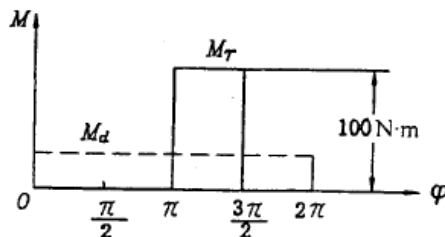

图 4
(2) 一机器作稳定运转，其中一个运动循环中的等效驱动力矩 M_d 和等效阻力矩 M_r 的变化如图 4 所示。机器的等效转动惯量 $J=1\text{kg}\cdot\text{m}^2$ ，在运动循环开始时等效构件的角速度 $\omega_0=20\text{rad/s}$ ，试求：(10 分)
- ① 等效构件的最大、最小角速度 ω_{\max} 和 ω_{\min} ；
- ② 机器运转速度不均匀系数